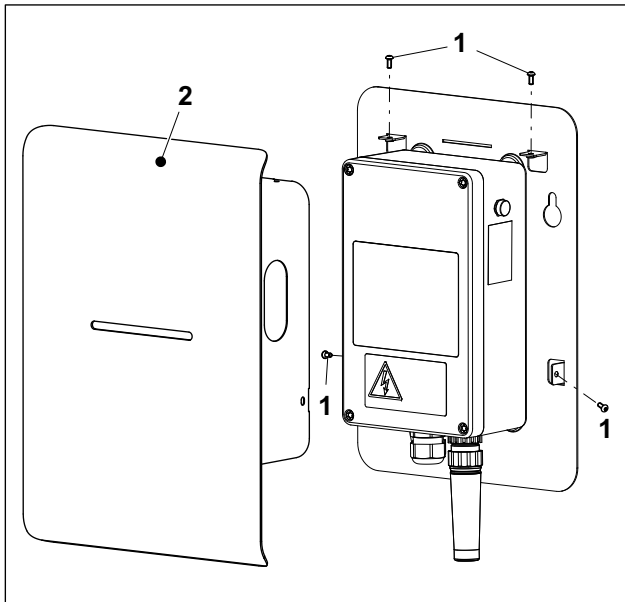

Abb. 7 SENEK.Wallbox pro s mit Abdeckhaube
9. Die Abdeckhaube aufsetzen und mit den vier Schrauben M4x10 (Abb. 7/1) festziehen (1,8 Nm). Die vier Schrauben sind Beipackzubehör.